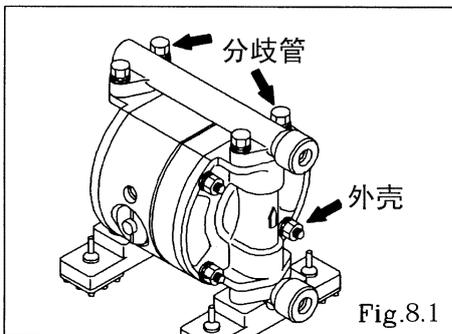

Fig.8.1
- 加固拧紧按照〈外壳〉〈分歧管〉的顺序进行。(Fig.8.1)
(Fig.8.1表示DP-5FAT)